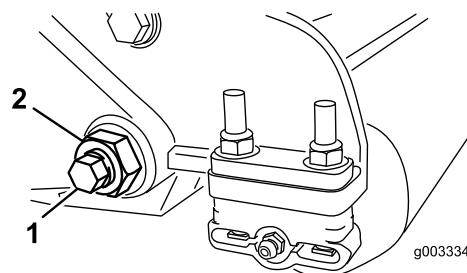
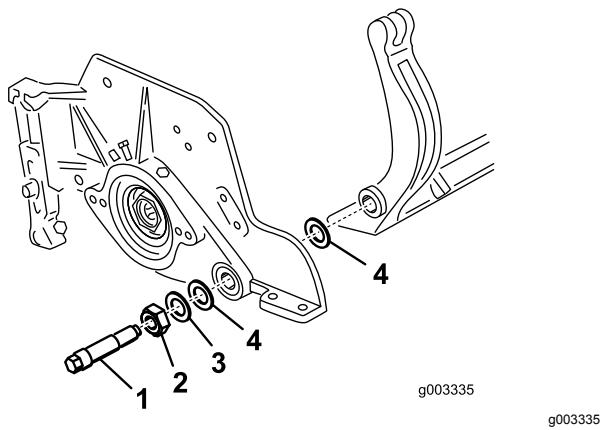

Figura 30
Figura 31
- En cada lado de la máquina, afloje la contratuerca que fija el perno de la barra de asiento (Figura 30).
- Retire todos los pernos de la barra de asiento, para poder tirar de la barra hacia abajo y retirarla de la máquina (Figura 30). Guarde las 2 arandelas de nylon y la arandela de acero troquelado de cada extremo de la barra de asiento (Figura 31).
4. Coloque una arandela de acero por fuera de cada arandela de nylon (Figura 31).